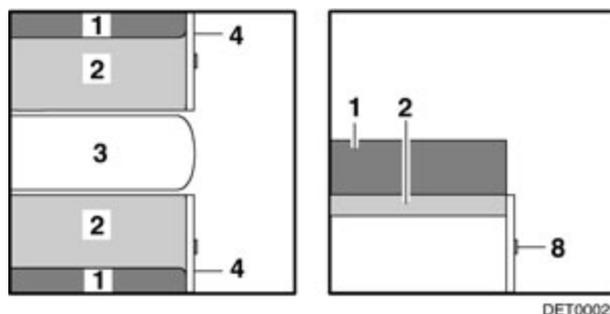

Fig. 71 Avant l'agrandissement
- Agrandir la table (Fig. 71,3) (voir paragraphe 7.7).
- Tirer sur la poignée (Fig. 71,8) et ouvrir le portillon (Fig. 71,4).